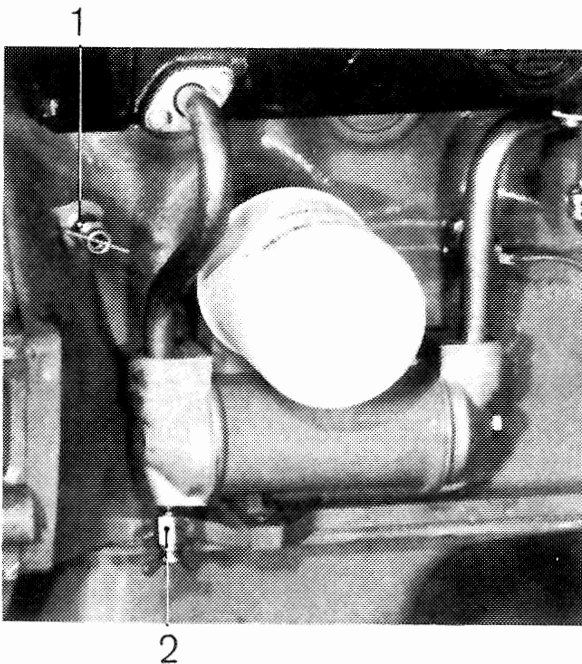

Figure 57 Robinets de vidange, moteur 4 cylindres
- a. Videz toute l'eau de refroidissement du moteur, du collecteur d'échappement et du radiateur d'huile en ouvrant tous les robinets de vidange, figures 57 et 58. Fermez ensuite les robinets de vidange.
- f. Videz toute l'eau de refroidissement du moteur en ouvrant tous les robinets de vidange, figures 57 et 58. Le mélange **antirouille n'assure pas la protection antigel du moteur.**